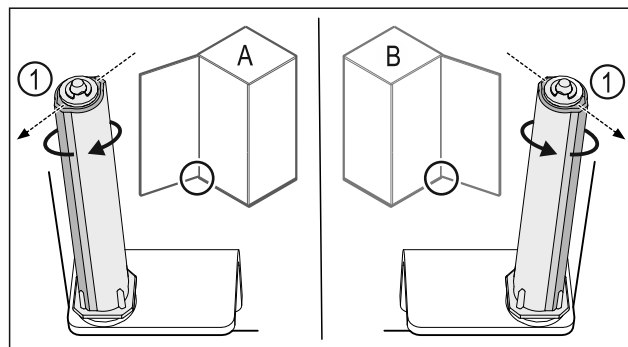

Fig. 45 Levo omejilo (A) / desno omejilo (B)
- Obrnite zaporni sistem proti upor, dokler ni mostiček zapornega sistema Fig. 45 (1) obrnjen navzven.